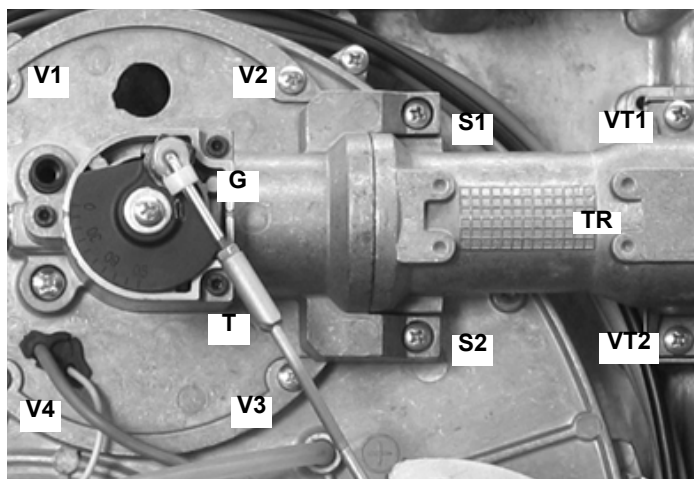
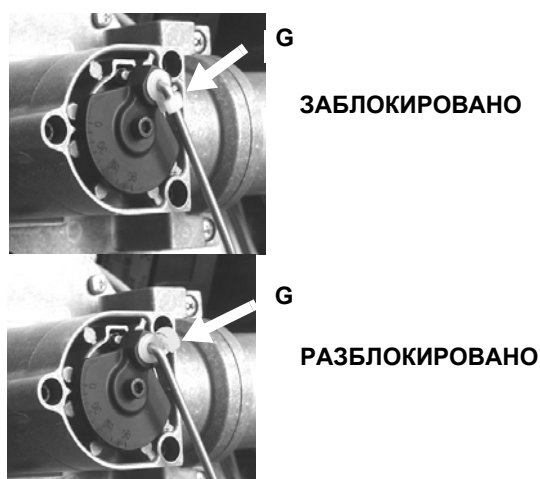
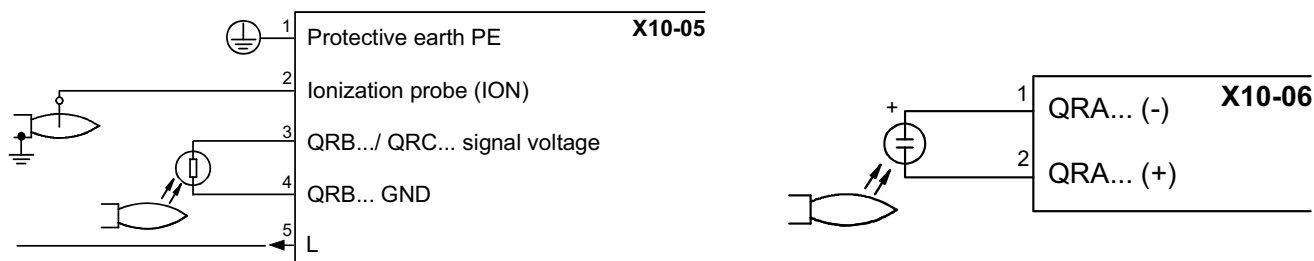

Рис. 47
Рис. 48
Рис. 52
- Снять, проверить голову сгорания (см. Рис. 47 и последующие рисунки)
- Проверить запальный и контрольный электроды, почистить, подрегулировать и, при необходимости, заменить (см. Рис. 47). В случае сомнения, проверить систему контроля после запуска горелки, следуя схеме на Рис. 52).
- 1 Разблокировать с помощью пластмассового фиксатора **G**, болт **T** (Рис. 47 - Рис. 48) регулирования дроссельного газового клапана и вынуть его из гнезда, вытянув наружу.
- 2 Снять винты **V1**, **V2**, **V3**, **V4** и пару винтов **S1** и **S2** (Рис. 47).